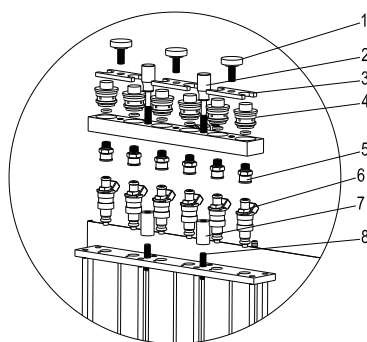

Figura 05 Para injetor de combustível de abastecimento superior
- Escolher a rolha do distribuidor de combustível (4) da caixa do acoplador e montar um anel em O adequado. Lembre-se de aplicar um pouco de graxa lubrificante no anel em O. Montar a rolha do distribuidor de combustível (4) sobre o distribuidor de combustível de abastecimento superior.
- Montar a placa crescente (3) e apertá-la com um parafuso de placa (1).
- Escolher um adaptador adequado (5) de acordo com o tipo de injector e montá-lo no acoplador correspondente sob o distribuidor de combustível de abastecimento superior.
- Instalar o distribuidor de combustível de abastecimento superior e o injector no suporte do distribuidor de combustível com um parafuso ajustável adequado e porcas serrilhadas, e apertar dois parafusos de rosca (pretos). Ver Figura 05.